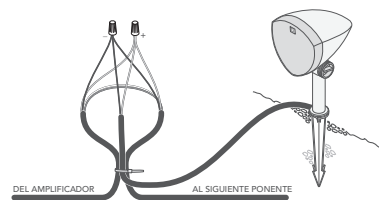

Figura 6
- Corte los dos cables correctos para el altavoz izquierdo o derecho (consulte las tablas a continuación) y pele 3/4 de pulgada de aislamiento en los extremos expuestos de los cables de entierro; a continuación, pele 3/4 de pulgada de aislamiento de los extremos del cable flexible del altavoz correspondiente (ver figura 6).
- Cree un bucle de aproximadamente 10 pulgadas y utilice una brida de alambre para sujetar el bucle de alambre y el cable flexible del altavoz para proporcionar alivio de tensión (ver figura 6).